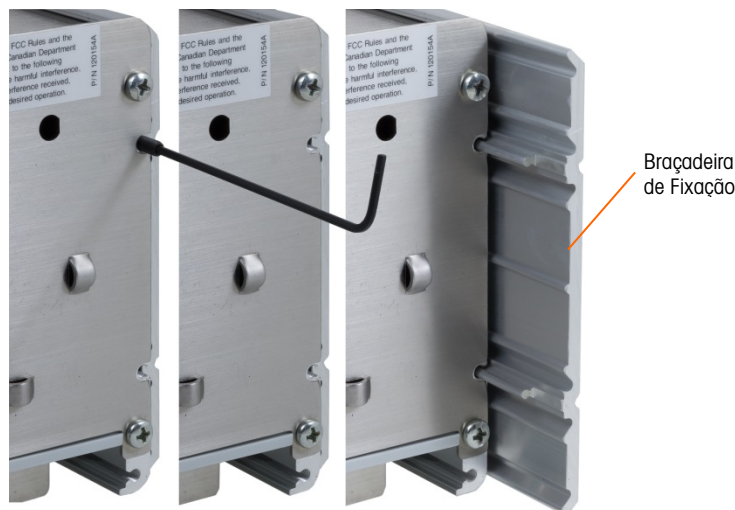

Figura 2-8: Braçadeira de Fixação
1. Solte e remova os quatro parafusos Allen que prendem as braçadeiras de fixação na lateral do compartimento (veja a Figura 2-8). Use a chave Allen de 2 mm incluída no terminal.